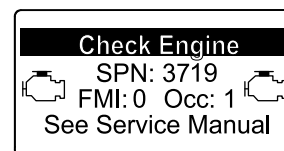

Bild 58
- Wenn eine Wiederherstellung-Regenerierung erforderlich ist, wird im InfoCenter die Motorwarnung SPN 3719, FMI 16 (Bild 58) angezeigt, und der Computer verringert die Motorleistung auf 85 %.